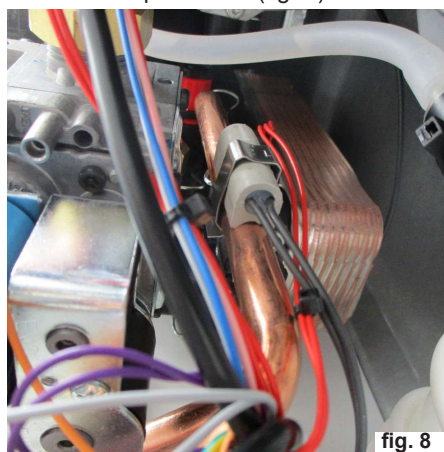

fig. 8
- Prendere il cablaggio con resistenza + molletta e posizionarlo sulla rampa entrata acqua fredda (fig. 8).